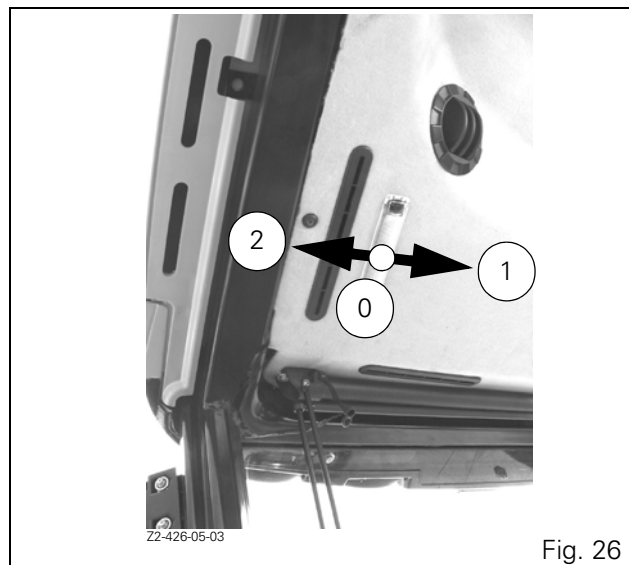

Fig. 26
(Fig. 26)
1. Interior light (Fig. 26).